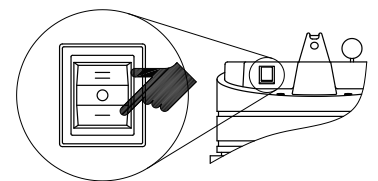

Fig.4
- 3) スイッチをマニュアル側 (I) に入れてください。スイッチを入れると同時にモーターが作動します。(Fig.4)